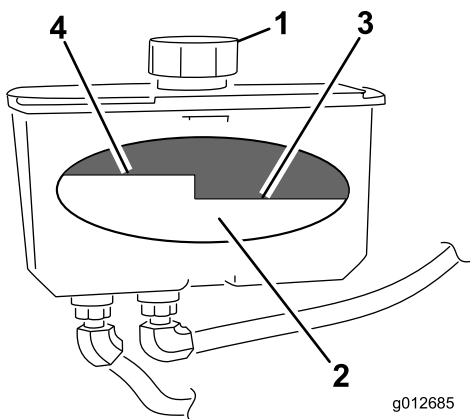

Figure 71
4. Nettoyez la surface autour du bouchon et du goulot de remplissage du réservoir hydraulique (Figure 71).
5. Enlevez le bouchon du goulot de remplissage. Vérifiez le niveau d'huile à l'intérieur du réservoir (Figure 71).
Remarque: Lorsque l'huile est chaude, elle doit atteindre le haut du repère “à chaud” sur le déflecteur (Figure 71).